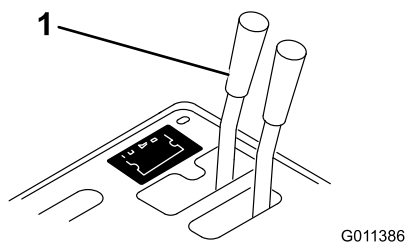
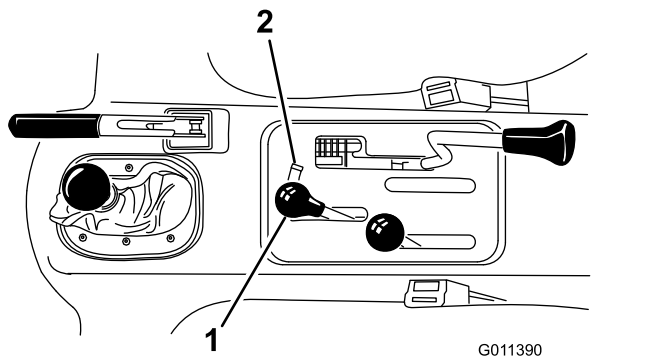

Figura 14
Figura 15
1. En vehículos con número de serie anteriores al 239999999, mueva la palanca de la válvula hidráulica remota (Figura 14) a la posición de flotación, y en vehículos con número de serie de 240000001 y superiores, mueva la palanca de elevación hidráulica (Figura 15) hacia adelante y hacia atrás para eliminar la presión del sistema y facilitar la desconexión de los acoplamientos rápidos.